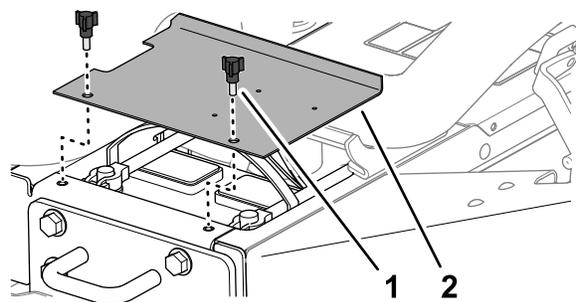

Рисунок 53
1. Отпустите защелки на левой и правой сторонах капота (Рисунок 53).